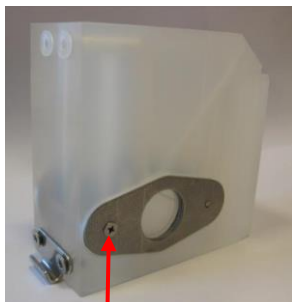

Figura 34
5. Afloje los dos soportes de mirilla (véase la figura 34).
11. Fije las mirillas con los soportes de las mirillas (véase la figura 34).